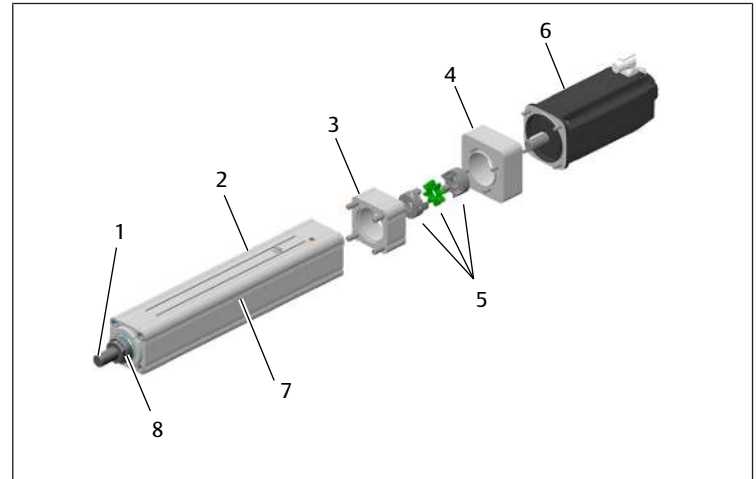

Fig. 5: Aperçu (taille 100 mm)
- Pour taille 100 mm. Voir → Fig. 5.